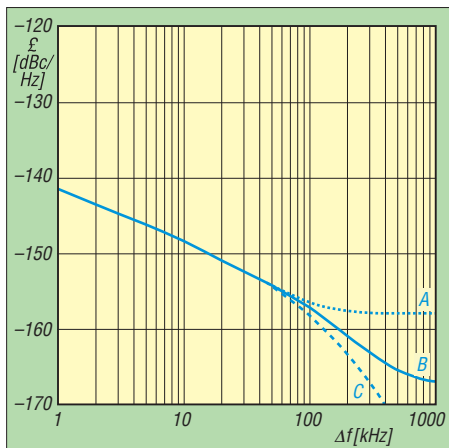

Bild 18: Phasenrauschen des Empfängers
Bild 18 zeigt das Ergebnis bei 10 MHz ($f_{LO} > 15005$ kHz), gemessen mit dem Referenzoszillator OSA Model 8655 (10-MHz-Ofen). Die Kurve A entsteht, wenn der Preselektor auf 10 MHz abgestimmt bleibt. Sie zeigt das Grundrauschen des DDS an. Das genaue Nachstimmen des
Die Bilder 23 und 24 zeigen ausgewählte Übertragungseigenschaften über den gesamten KW-Bereich. Angegeben sind die 3-dB-Bandbreite (B) und die Verstärkung (G). Die Amplitudengenauigkeit beträgt somit ± 1 dB im gesamten KW-Bereich. Die 11-MHz-Einstellung in Bild 23 dient zur Abschätzung der Verbesserung des Phasenrauschens durch den Preselektor (in Bild 18 Kurve C). Die Dämpfungswerte